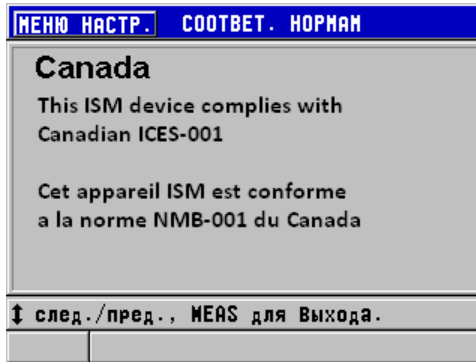

Рис. i-3 Экран НОРМАТИВЫ
2. В **СПЕЦ.МЕНЮ** (см. Рис. 4-2 на стр. 47), выберите **НОРМАТИВ**. для отображения соответствующего окна **НОРМАТИВЫ** (см. Рис. i-3 на стр. 15).